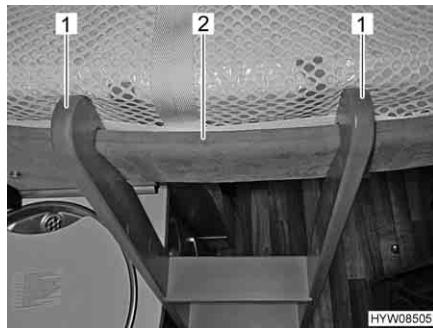

Fig. 43 Scaletta di accesso, agganciata
*Agganciare:* ■ Agganciare la scaletta di accesso con le due staffe (Fig. 43,1) nella barra di presa (Fig. 43,2) al letto basculante.
*Stivamento:* ■ Staccare la scaletta di accesso dalla barra di presa (Fig. 43,2) nel letto basculante.